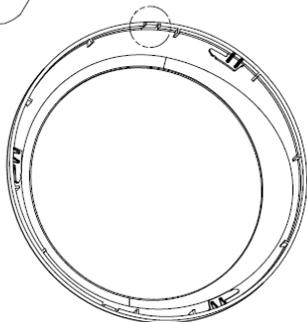

Рис. 4
11. На декоративном элементе с внутренней стороны есть отметки для вывода кабеля, в данном месте необходимо подготовить отверстие (рис.4). Для завершения установки, зафиксируйте декоративный элемент на основании.